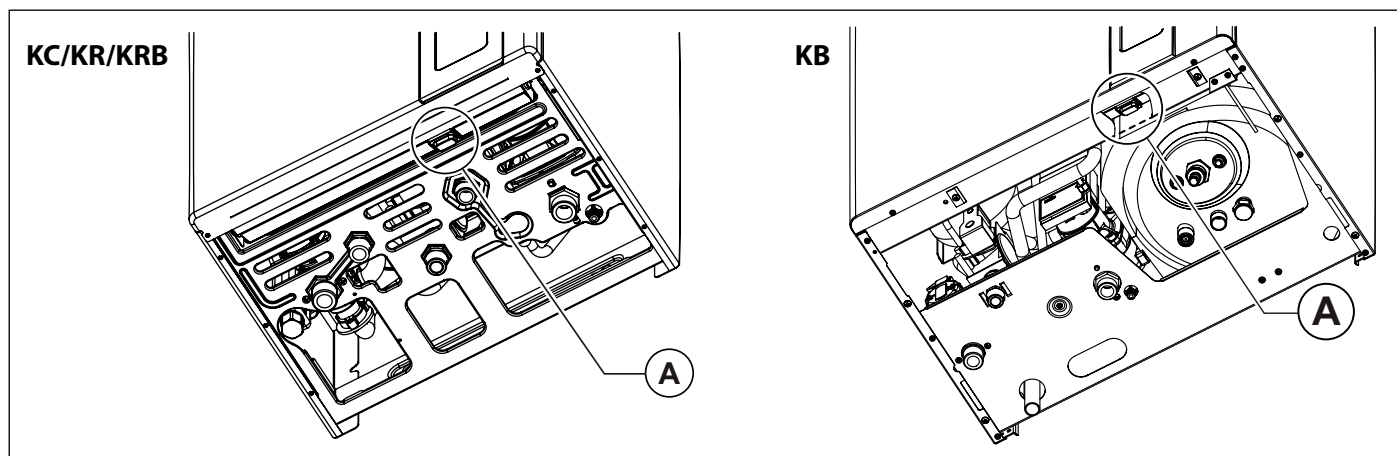

Abb. 2 Stromzufuhr, Geräte Ein-/Ausschalter.
- Die Stromzufuhr (A) einschalten (siehe Abb. 2 Stromzufuhr, Geräte Ein-/Ausschalter).